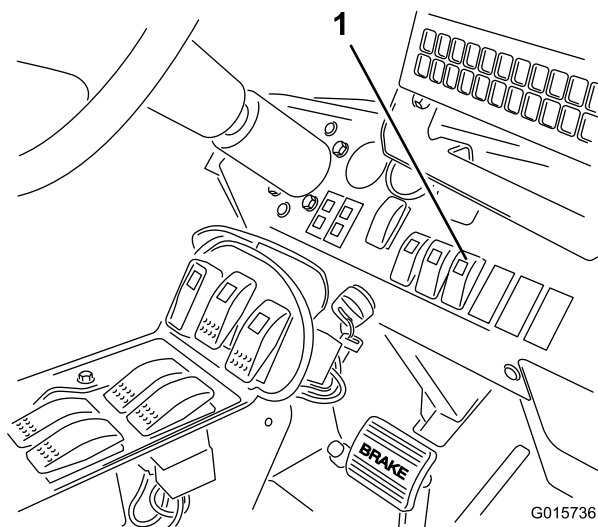

Figura 20
- Premete l'interruttore Sonic Boom sul cruscotto in posizione automatica (Figura 20).